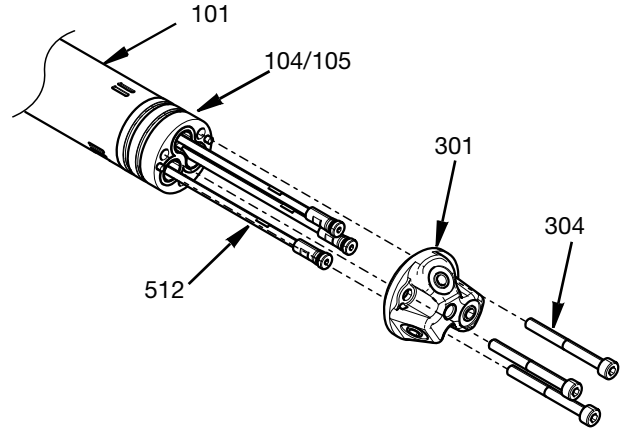

FIG. 12
4. Nozül kafasını (301) ve adaptörü (104/105) orta gövdenin (101) ön ucuna bağlayan üç adet M4 altıgen başlı vidayı (304) sökün. Daha sonra kapatma valfi milleri (512) çıkarılabilir. Bkz. FIG. 12.